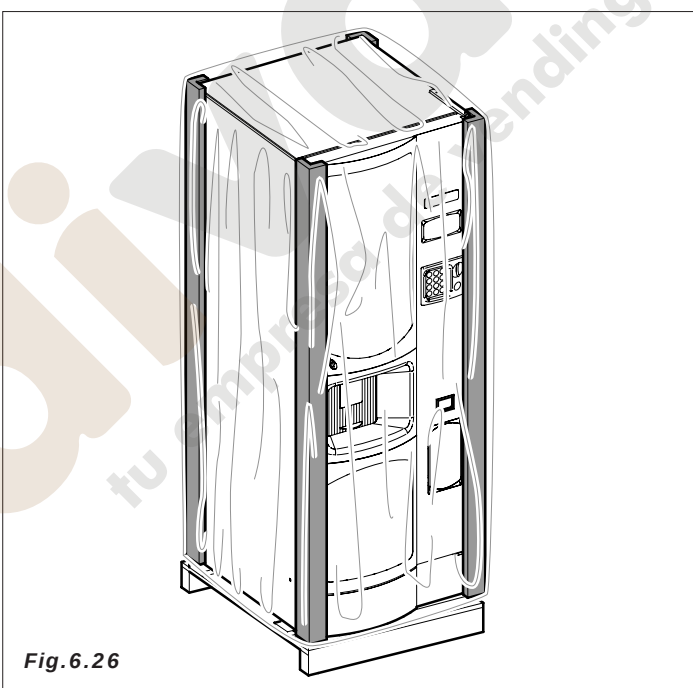

Fig. 6.26
- Proteger el exterior con un film o bolsa de celofán (Fig.6.26)